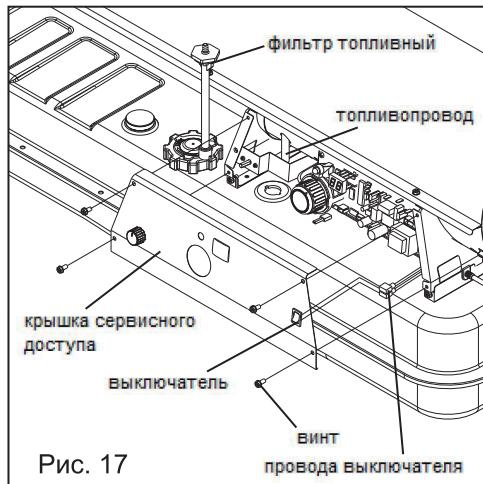

Рис. 17
**Снятие топливного фильтра (рис. 17):**